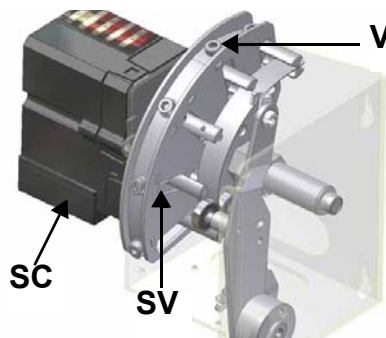

Fig. 34
- 8 sempre in **alta fiamma** e con il servocomando in posizione a 90°, individuare la vite **V** del settore variabile **SV** (Fig. 34), corrispondente ai cuscinetti che scorrono sulla lamina, relativi alla posizione del servocomando
Nota: Se è necessario modificare la potenza del bruciatore in bassa fiamma, agire direttamente sulla corrispondente camma del servocomando (vedi paragrafo successivo). Dopo questa operazione controllare la portata del gas e verificare i valori di combustione. In caso di difetto o eccesso d'aria, agire sulle viti **V** del settore variabile (Fig. 34) in corrispondenza del punto di regolazione dell'aria della bassa fiamma (svitando la portata aumenta, avvitando diminuisce).